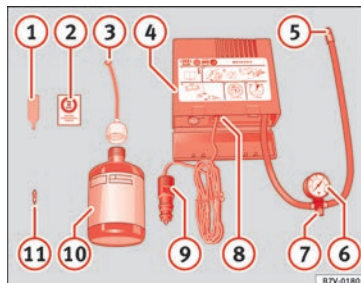

Abb. 96 Prinzipdarstellung: Bestandteile des Pannensets
Das Pannenset befindet sich im Gepäckraum unter dem Bodenbelag. Es besteht aus folgenden Bestandteilen » Abb. 96:
Den Reifenfüllschlauch »» Abb. 96 ⑤ wieder anschließen und den Reifenfülldruck an der Reifenfülldruckanzeige ⑥ ablesen.